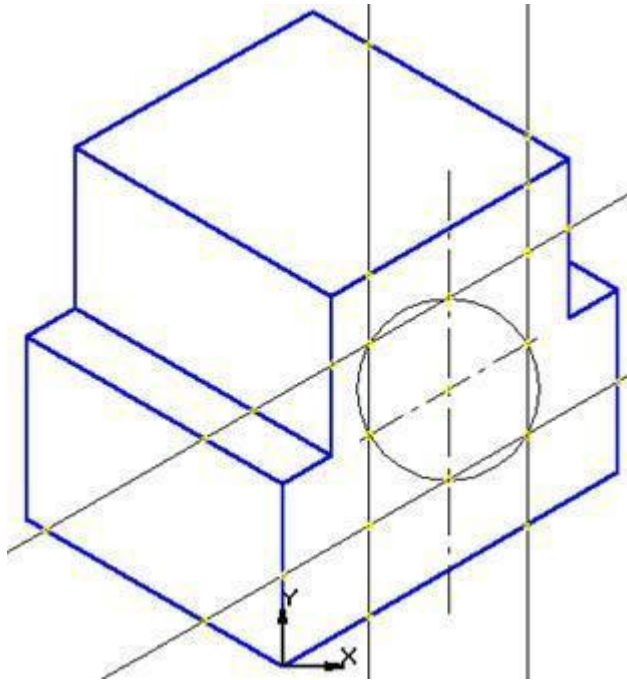

Рис. 7. Заготовка изометрического изображения квадрата – ромб
21. Выберите команду **Окружность по центру и радиусу**, смените тип линии на **Вспомогательная** и проведите окружность радиусом 8 мм (рис. 7).